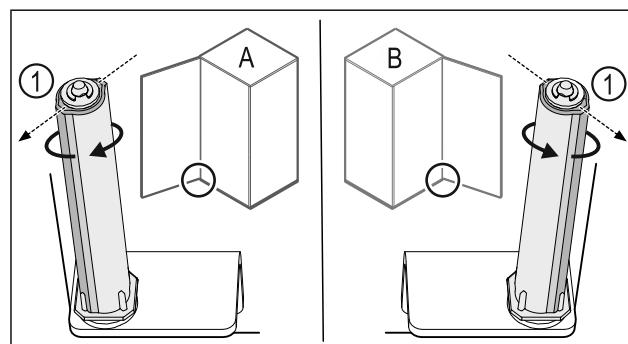

Fig. 45 Розкриття ліворуч (A) / Розкриття праворуч (B)
- Систему закриття поверніть проти опору доки перемичка системи закриття Fig. 45 (1) не показуватиме назовні.